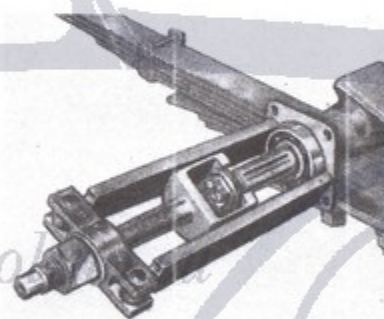

Fig. 74.
- Estrarre gli alberi differenziale con l'estrattore A. 6466 (fig. 74).